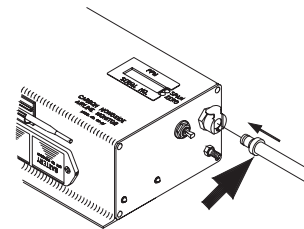

Figura 6
6. Conecte el tubo transparente con el conector macho a la entrada de muestra de aire del monitor (figura 6).